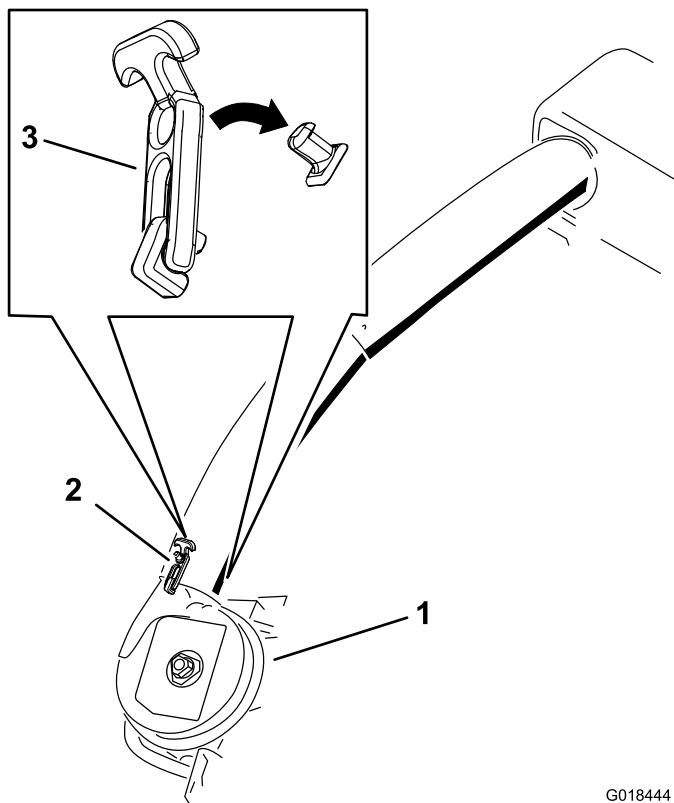

Figura 28
- Pomoću obe brave pričvrstite donju cev za sklop duvača (Figura 28).
21. Pomoću obe brave pričvrstite donju cev za sklop duvača (Figura 28).